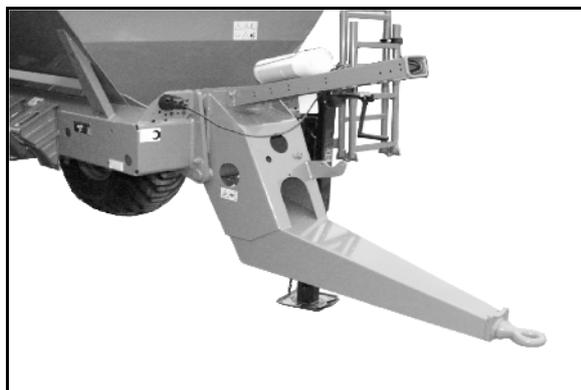

Fig. 26
- barre d'attelage contrecoudée (Fig. 26),